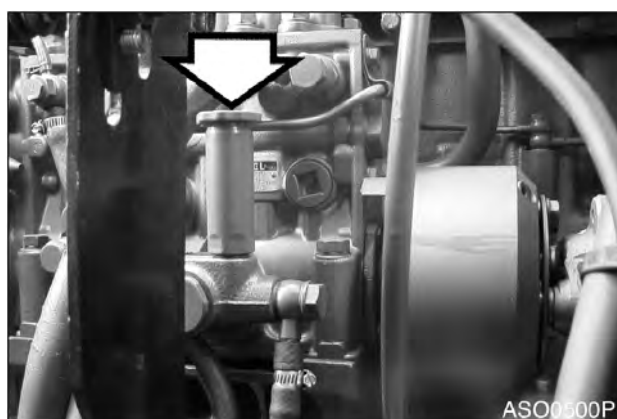

Рис. 66
2. Вывинтить ручной заливочный насос и закачивать топливо (рис. 66) насосом впрыска топлива. Закачивать топливо до тех пор, пока оно не покажется у отверстия заглушки на головке топливного фильтра.